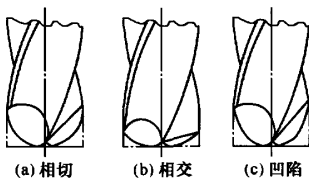

图 1
(1) 圆弧砂轮的修磨 修磨 R 圆弧在外圆磨床上采用成形磨削法进行。圆弧铣刀圆弧半径的精度保证主要取决于砂轮的圆弧修整精度;同时要保证修磨后的刀尖圆弧应与圆周切削刃相切连接,不允许有相交或凹陷的现象出现(见图1),否则加工时圆弧的半径将出现偏差。为保证圆弧刀尖的半径精度,修整砂轮时最关键应注意以下几点。